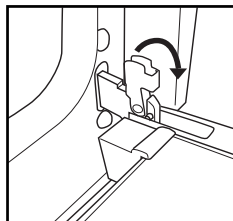

Fig. 1
2. Soulevez les deux manettes d'arrêt en les poussant vers l'avant jusqu'en butée (Fig. 1).